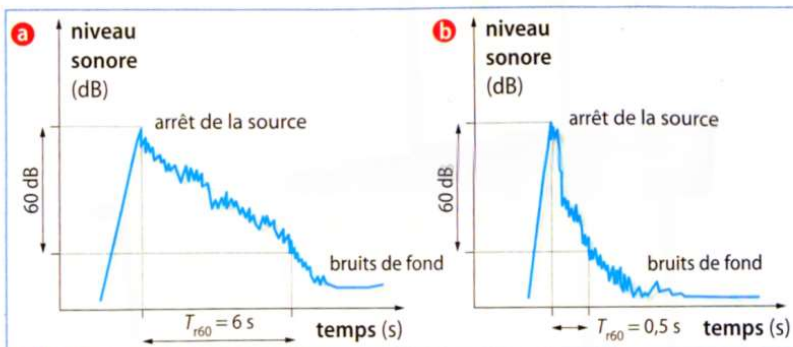

Fig. 1 Temps de réverbération pour : **a** une salle très réverbérante ; **b** une salle peu réverbérante.
Dans la salle de la **figure 1 a**, avec un temps de réverbération $T_{r60} = 6$ s, les paroles vont se mélanger et une impression de cacophonie va se créer. Dans la salle de la **figure 1 b**, les dialogues sont intelligibles. L'ambiance de la salle est agréable.
- 1) À partir de la figure 1, proposer une définition du temps de réverbération.